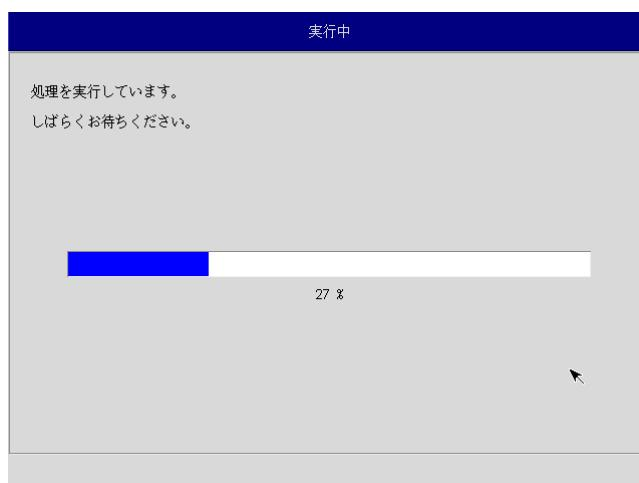

図5-3-7. 実行中画面
- ⑫ 実行中画面（図5-3-7）が表示され、処理が開始されます。実行中はリカバリUSBメモリ、保存メディアを外さないでください。また、電源を落とさないようにしてください。